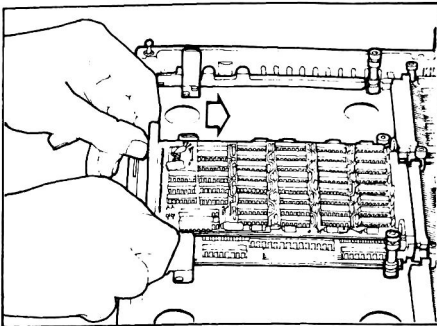

Bild 2.6 Kartenpaar bis zum Anschlag einschieben
- g) Vorderseite nach unten schwenken, und das Kartenpaar nach hinten drücken bis die CPU-Steckverbindung am Anschlag anliegt (Bild 2.6).